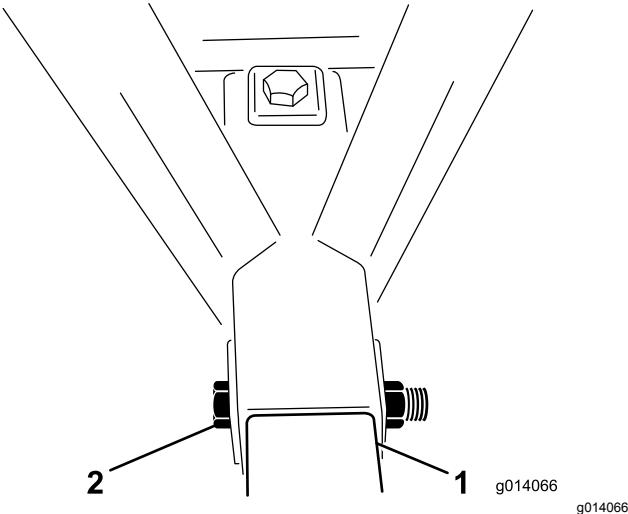

Figura 4
5. Introduzca un perno (1" x 6½") a través del bastidor y de la barra del enganche y ajústelo con una contratuerca (Figura 4). Apriete la contratuerca a 976-1.193 N·m.
6. Introduzca un perno (1" x 6½") a través de la parte superior del bastidor y de la parte inferior de la barra del enganche y ajústelo con una contratuerca (Figura 4). Apriete la contratuerca a 976-1.193 N·m.